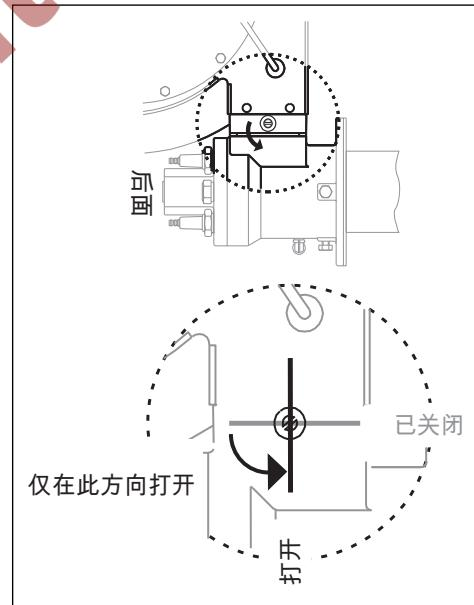

图 4.1 空气蝶阀开启方向
- 验证执行器如图 4.1 所示向燃烧器的后面打开空气蝶阀。如果没有，请参阅执行器资料中关于如何扭转方向的说明。